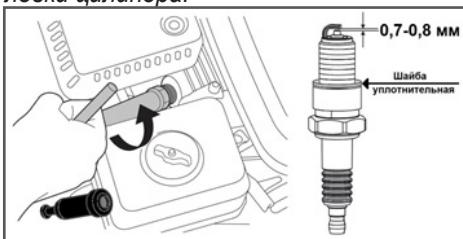

Рис. 19 Обслуживание свечи зажигания
1. Снимите со свечи зажигания колпачок и удалите грязь вокруг свечи зажигания (Рис. 19).
4. Измерьте зазор между электродами свечи зажигания специальным щупом. Зазор должен быть $0,7\text{--}0,8$ мм (Рис. 19). При увеличении, или уменьшении требуемого зазора, рекомендуется заменить свечу, так как регулировка зазора может привести к изменению качества искрообразования.